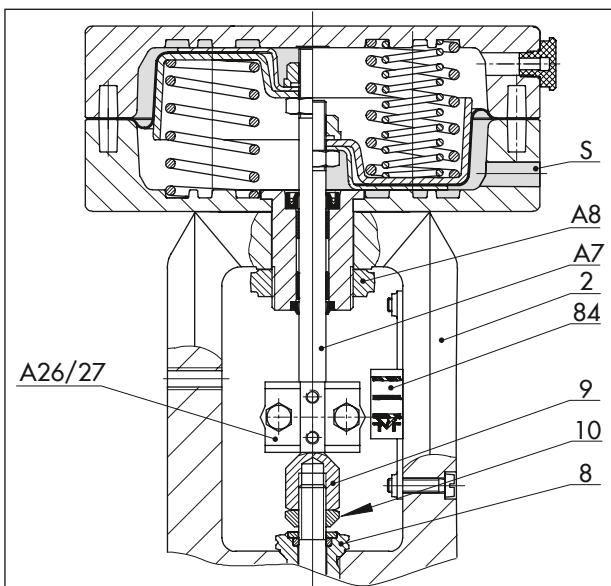

Fig. 12: Accionamiento neumático Tipo 3271 en válvula de la Serie 240
Ver Fig. 12
- ⇒ Conectar la presión de mando a la conexión inferior de la presión de mando (S), ver Fig. 12. La presión de mando se conduce a través de la cámara de la membrana inferior y el vástago del accionamiento (A7) se desplaza hacia arriba contrarrestando la fuerza de los resortes.